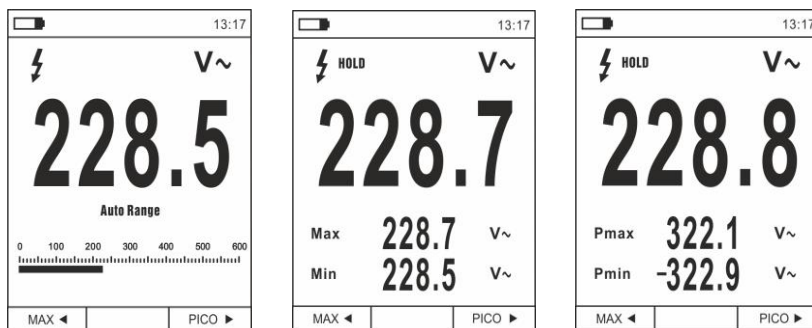

Fig. 9 Medida MAX/MIN y PICO
1. Pulse la tecla **MAX** ◀ para entrar en la medida de los valores MAX y MIN de la magnitud en examen (ver Fig. 9 – parte central). Los símbolos “MAX” y “MIN” se muestran en pantalla
6. Pulse la tecla **PICCO** ▶ para entrar en la medida de los valores de Pico de la magnitud en examen (ver Fig. 9 – parte derecha). Los símbolos “Pmax” y “Pmin” se muestran en el visualizador y los valores se actualizan con las mismas modalidades de la función MAX/MIN